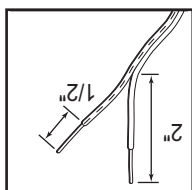

FIG. 4-7 Partiendo y pelando. División et dénudage. FIG. 4-8 Inserer los alambres. Insérer les fils.
NOTA: Para la tapa posterior localice la Bolsa 4. del detector (Fig. 4-7).
- Parta y pèle los extremos de los alambres del detector y alambres pre-alambrados (Fig. 4-7).
4. Separar et dénuder l'extrémité des fils du capteur (Fig. 4-7).
- Séparer et dénuder les extrémités des fils du capteur et dénuder les fils à l'aide de capteurs et les fils pré-câblés (Fig. 4-7).